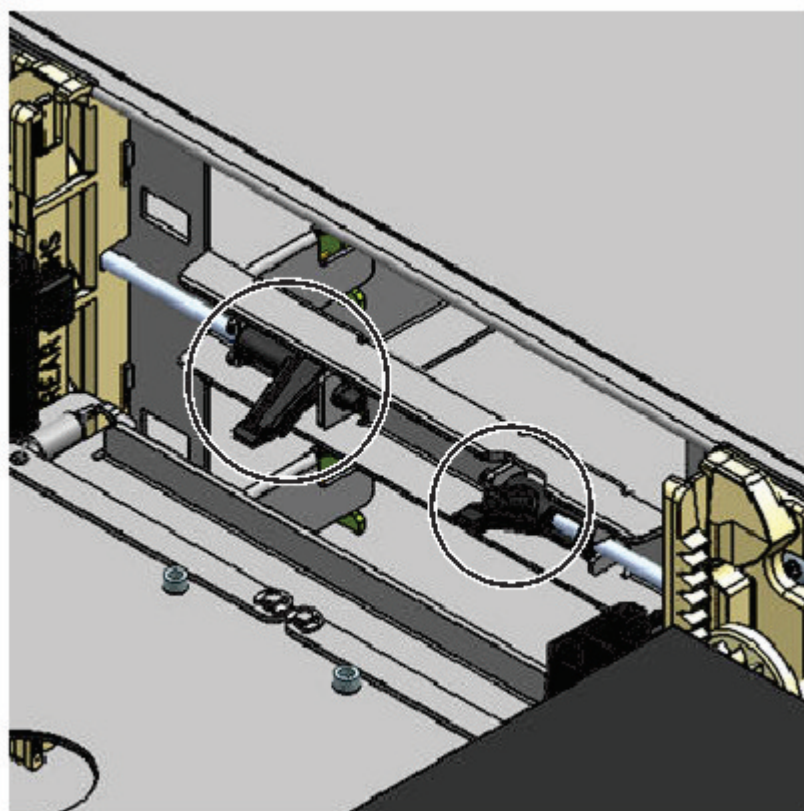

Figura 70. Palancas de liberación del cargador
1. Retire los cargadores derecho e izquierdo utilizando las palancas de liberación del cargador (señaladas en Figura 70). Tire de la palanca hacia arriba y, a continuación saque el cargador.